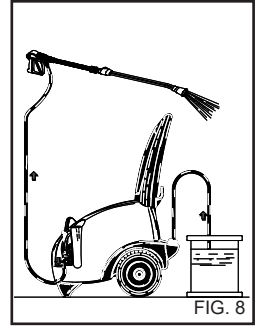

FIG. 8
После использования моющего средства система всасывания химиката должна быть промыта чистой водой, (fig. 8).
1) После использования моющего средства сполосните под давлением контур подачи воды: включите насос на 1 минуту с полностью закрытым дозирующим краном. (fig. 8)
4) После использования моющего средства сполосните под давлением контур подачи воды: включите насос на 1 минуту с полностью закрытым дозирующим краном. (fig. 8).